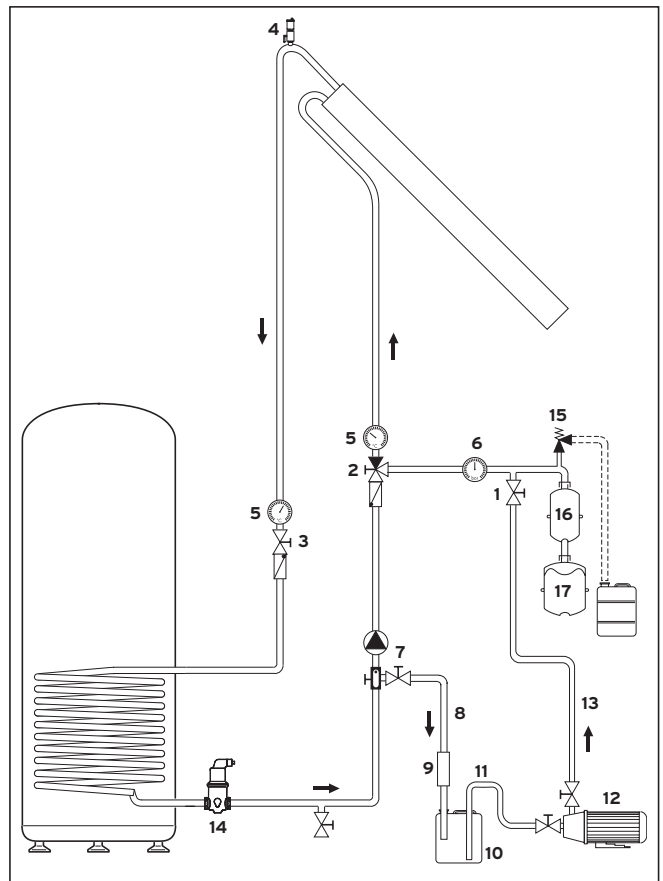

Abb. 1.1 Solarkreis und Befülleinrichtung
Beachten Sie die maximale Flüssigkeitstemperatur von 40°C (5) (siehe Abb. 1.1), um die Pumpe nicht zu beschädigen!